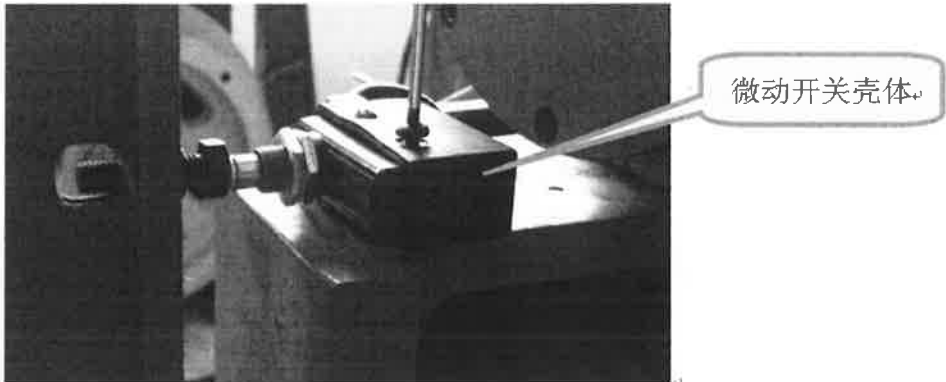

图 10-8
- 1) 用十字头螺丝刀拆掉微动开关的安装螺栓，见图 10-8；